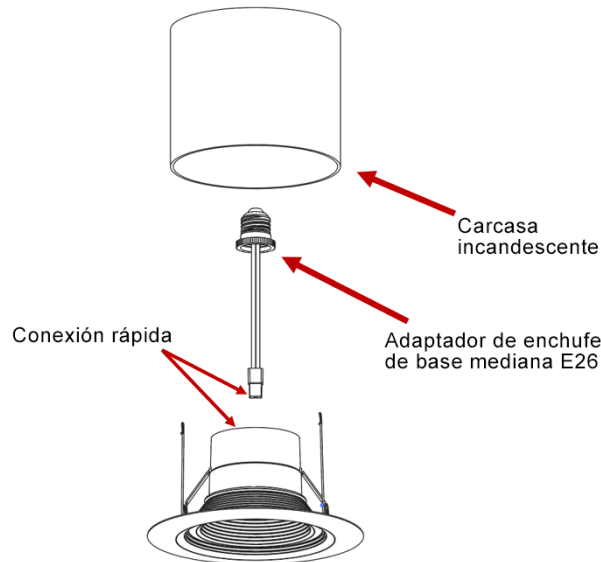

Figura 2
- I. **Instalación en carcasas existentes con enchufe de base mediana:** atornille el adaptador de enchufe de base mediana en el enchufe de la carcasa empotrada. Enchufe el conector del adaptador en el conector naranja correspondiente situado en la parte superior de la moldura del módulo. Presione firmemente para asegurarse de que los conectores están bien sujetos (*consulte la figura 2*). **¡EL MÓDULO NO DEBE COLGAR SIN EL APOYO DEL CONECTOR RÁPIDO NARANJA!**